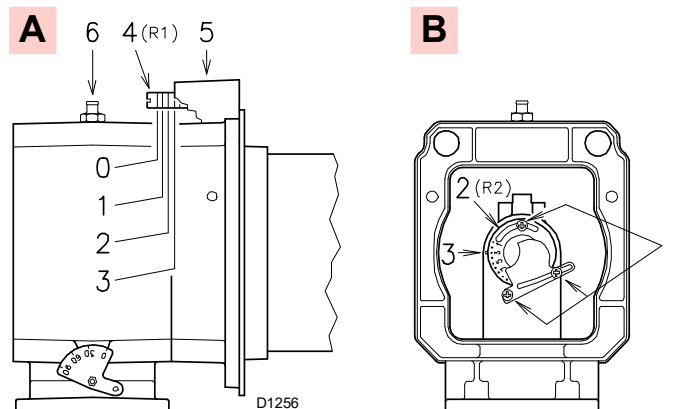
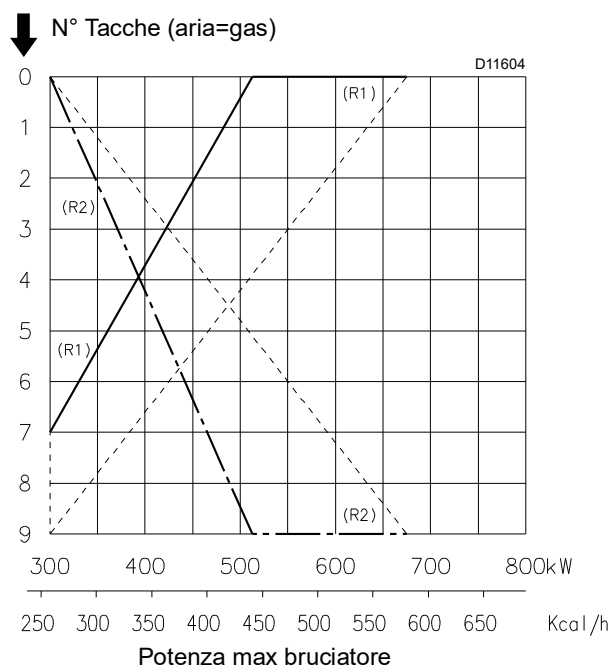

Fig. 18
Fig. 19
A questo punto dell'installazione, boccaglio e manicotto sono fissati alla caldaia come in A)(Fig. 18).
- aria R1 A)(Fig. 18)
- gas/aria R2 B)(Fig. 18)
Trovare nel diagramma (Fig. 19) la tacca alla quale regolare sia aria che gas.
- Ruotare la vite 4)(Fig. 18) fino a far collimare la tacca trovata con il piano anteriore 5) della flangia.
Per facilitare la regolazione, allentare la vite 6)(Fig. 18), regolare e poi bloccare.
- Allentare le 3 viti 1)(Fig. 18) e ruotare la ghiera 2) fino a far collimare la tacca trovata con l'indice 3).
Dal diagramma (Fig. 19) risulta che per questa potenzialità le regolazioni sono:
Il diagramma (Fig. 19) indica una regolazione ottimale per una tipologia di caldaie secondo Fig. 4 a pag. 11. Se la pressione del gas lo permette, con la chiusura della ghiera 2)(Fig. 18) si ottengono riduzioni sulla formazione di NOx.